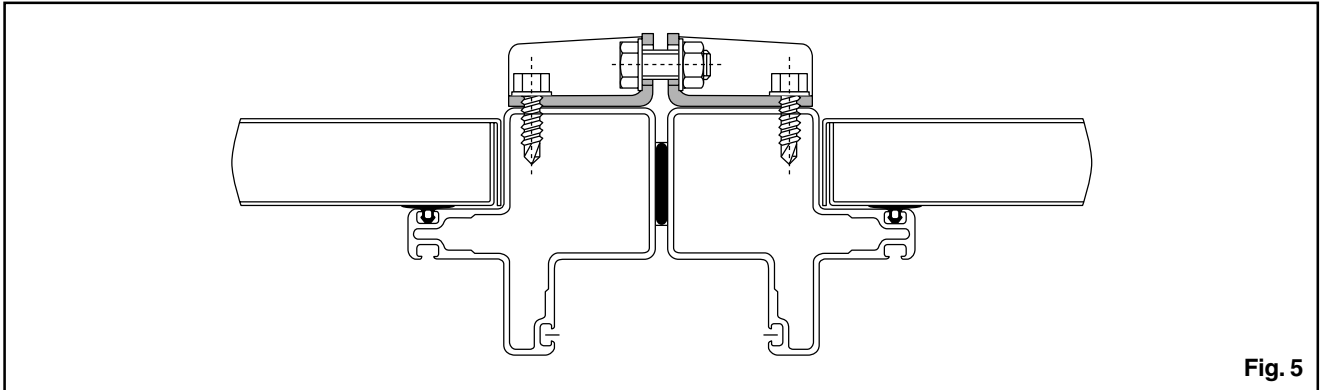

Fig. 5
2. Assembler les tronçons à l'aide des pinces comme indiqué sur la figure 5.